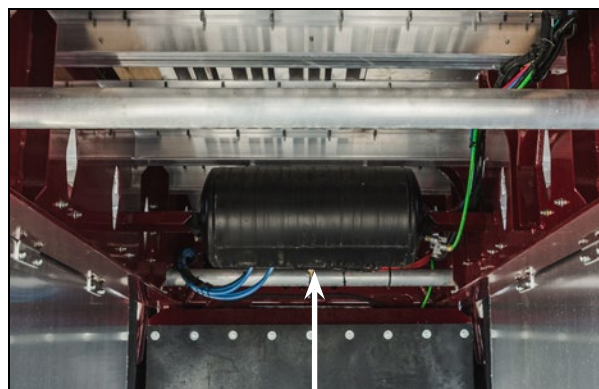

Figure 9 – Miniobinet (type)
5. Ouvrir le minirobinet de chaque réservoir d'air pour en évacuer l'humidité et une petite quantité d'air. Lorsque le jet d'air ne présente plus d'humidité, bien fermer le minirobinet. Voir la Figure 9 ci-dessous.